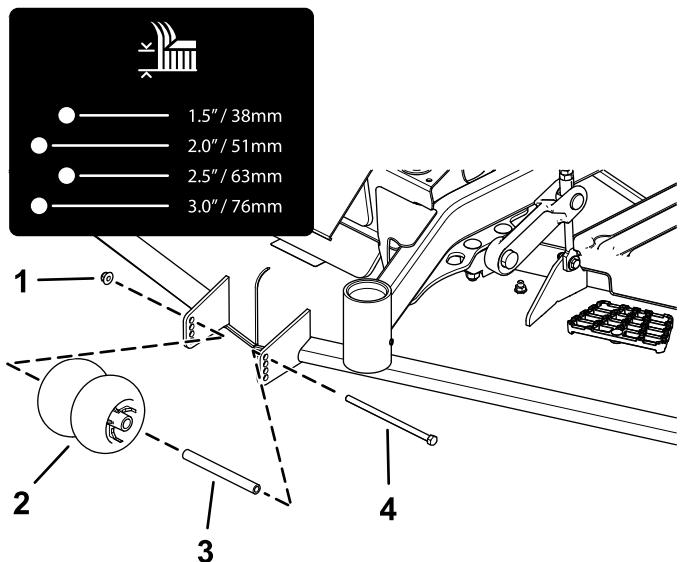
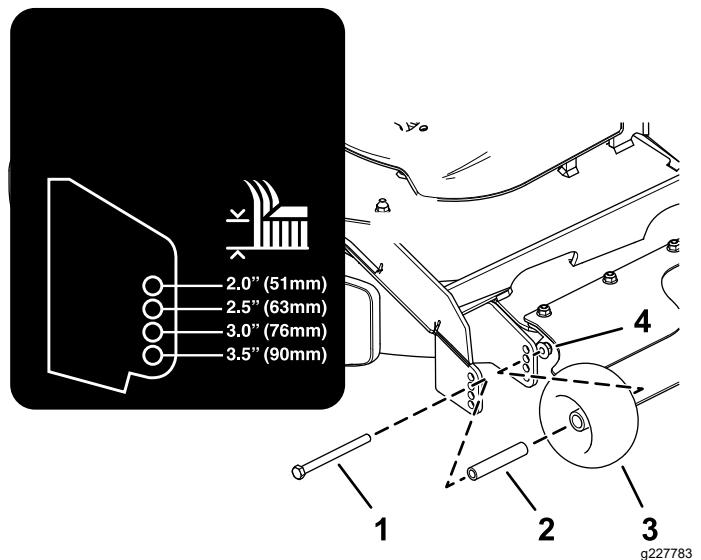

図 26
図 27
4. 図26および図27に示すように、アンチスカループローラーを調整する。